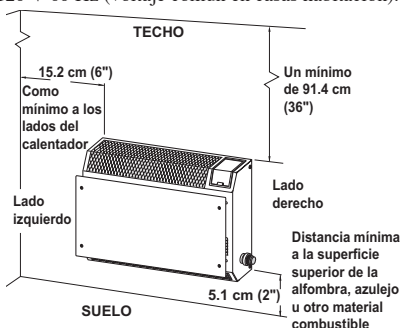

Figura 8 - Distancias mínimas de montaje vistas desde la parte anterior del calentador
**⚠ ADVERTENCIA:** mantenga las distancias mínimas que se muestran en la figura 8. Si puede, proporcione distancias mayores respecto al suelo, al techo y a las paredes adyacentes.